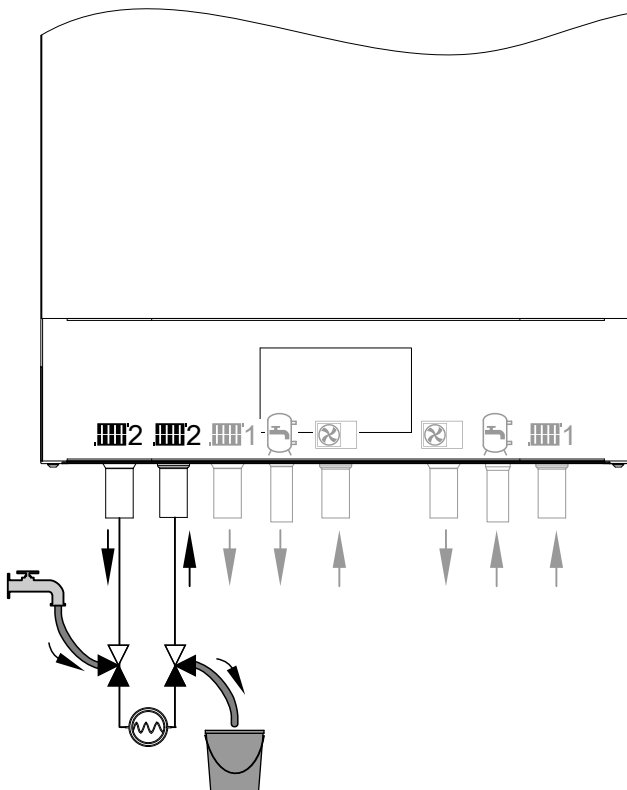

Abb. 69
4. 3-Wege-Kugelhähne im Vor- und Rücklauf Heiz-/Kühlkreis 2 gemäß Abb. 69 öffnen.